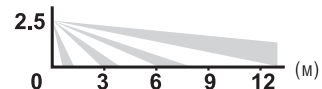

Рис. 7
- нежелательно прямое попадание на линзу извещателя светового излучения от ламп накаливания, автомобильных фар, солнца. Так при установке в оконном проеме рекомендуется заклеить, ориентированные на стекло элементарные чувствительные зоны (лучи) линзы Френеля (рис.7).
При необходимости, устранить отдельные элементарные чувствительные зоны (рис.7).